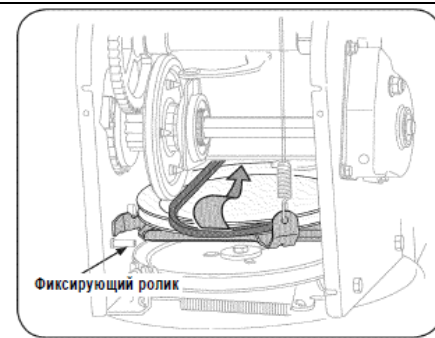

Рис. 30
6. Выверните стопорный болт для увеличения зазора между фрикционным колесом и диском фрикционного колеса См. Рис. 30.
7. Снимите приводной ремень со шкива, пропустив его между фрикционным колесом и диском фрикционного колеса См. Рис. 30.